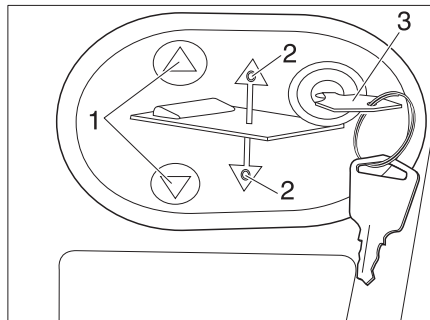

Fig. 150 Panel de mando de la cama elevada eléctrica
- Introducir la llave (Fig. 150, 3) en el panel de mando (Fig. 150, 2).
- Pulsar y mantener pulsada la tecla  o  (Fig. 150, 1). El LED correspondiente (Fig. 150, 2) se enciende y la cama elevada se baja o se levanta.
- Cuando se alcanza la posición deseada, soltar la tecla  o  (Fig. 150, 1). El LED correspondiente (Fig. 150, 2) se apaga.
- Extraer la llave (Fig. 150, 3).